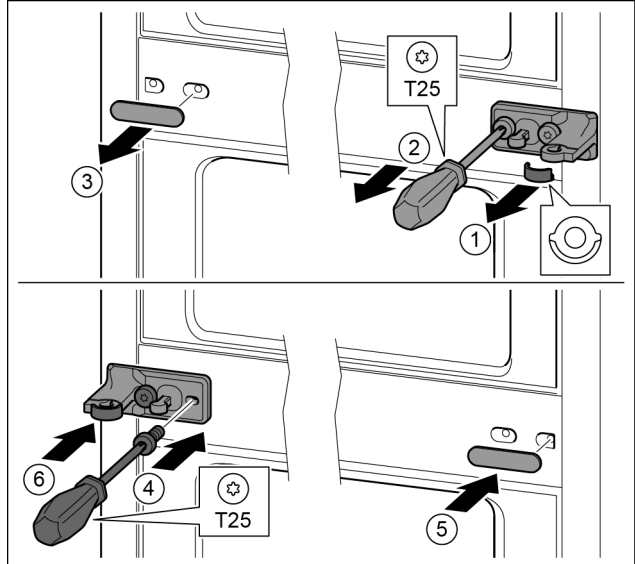

Fig. 29
- ▶ Αφαιρέστε τη ροδέλα. Fig. 29 (1)
- ▶ Ξεβιδώστε τις βίδες με κατσαβίδι T25. Fig. 29 (2)
- ▶ Τραβήξτε προσεκτικά έξω το κάλυμμα. Fig. 29 (3)
- ▶ Βιδώστε το μεσαίο στηρίγμα με τη μεμβράνη περιστρέφοντας το 180° στην άλλη πλευρά. Fig. 29 (4)
- ▶ Εφαρμόστε το κάλυμμα περιστρέφοντας το κατά 180° στην άλλη πλευρά. Fig. 29 (5)
- ▶ Περάστε τη ροδέλα από μπροστά. Fig. 29 (6)